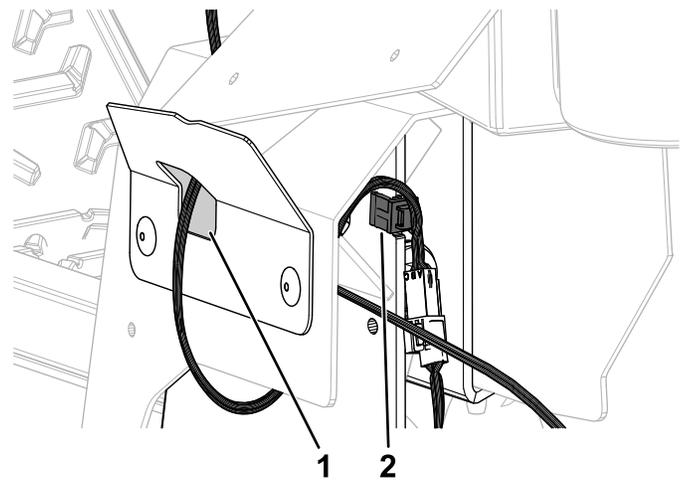

図 8
- 2. 走行コントロールレバーのワイヤハーネスを、左側カバープレートの穴に通す 図 8。
- 3. 左側走行コントロールレバーのノッチに、ワイヤハーネスを固定する 図 8。